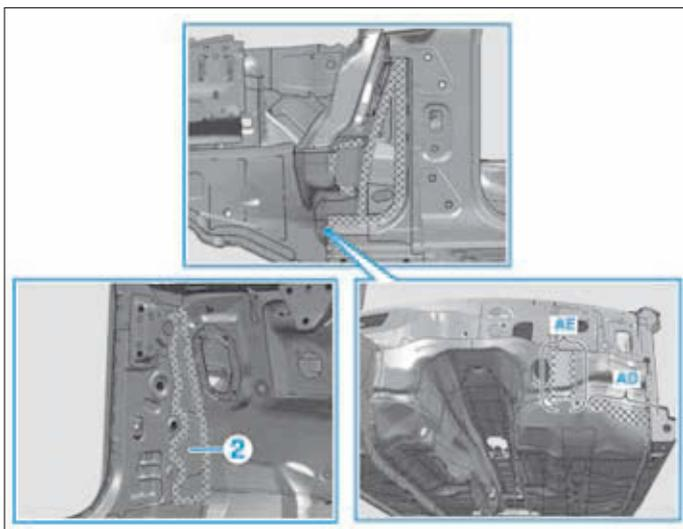

FIG. 46
- Poncer au nu du métal les surfaces de raccordement sur la superstructure sur les zones quadrillées (Fig.46).